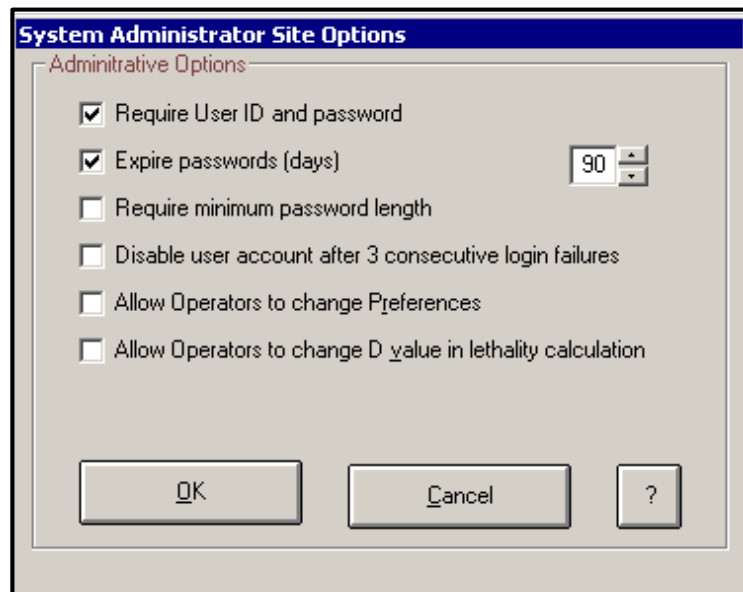

图 22: 系统管理员场景选项界面
1. 在密码维护界面, 点击 **File** 菜单, 接着点击 **Options**. 系统管理员场景选项界面出现 (如 Figure 22 所示)。